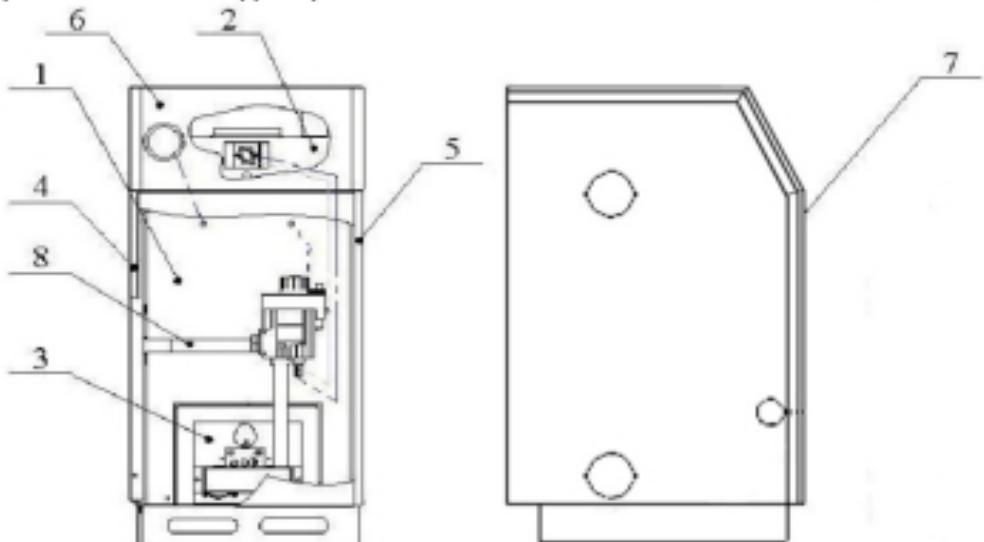
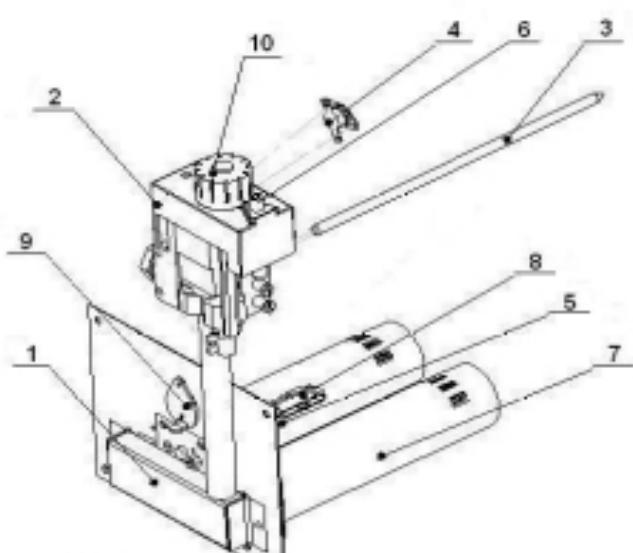

Рис.6.1
Рис. 6.2
6.1. Общий вид котла приведен на рис.6-1 и рис. 6-5.
6.3. Котел представляет собой сборную конструкцию, состоящую из теплообменника поз.1, тягостабилизатора поз.2, УГ с автоматикой безопасности «630 EUROSIT» (основные узлы и детали УГ показаны на рис. 6-2), автоматикой безопасности «710 MINISIT» (основные узлы и детали УГ показаны на рис. 6-6), боковых стенок поз.4 и поз.5, щита поз.6 и двери поз.7. В левой верхней части щита установлен термометр.
6.4. Газ через трубу подвода газа (рис.6-1 и 6-5) поступает в устройство газогорелочное далее из коллектора поз.1 (см. рис. 6-2 и 6-6), через сопла истекает в насадки поз.7 основной горелки, частично эжектируя воздух для горения. Вторичный воздух поступает через щелевые отверстия, расположенные в днище котла.
6.5. Одним из основных узлов УГ является автоматика безопасности «630 EUROSIT», «710 MINISIT». На верхней части автоматики «630 EUROSIT» поз.2 (рис.6-2) размещены ручка управления поз.10 и кнопка пьезовоспламенителя поз.6. На верхней части автоматики «710 MINISIT» поз.2 (рис.6-6) поз.2 (рис.6-4) размещены ручка управления поз.10, кнопка пьезовоспламенителя поз.6., кнопка пусковая поз.11. и кнопка выключающая поз.12. К нижней части вышеуказанных видов автоматики присоединяются газопровод запальной горелки поз.8, термопара поз.5 и провода датчика тяги поз.4. УГ с автоматикой «630 EUROSIT», «710 MINISIT» отличаются конструктивными признаками, не влияющими на технические характеристики и параметры безопасности.